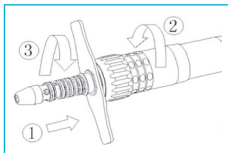

Abb. 6-1
- Die LED-Kupplung an den Turbinenschlauch schrauben (Abb. 6-1①).